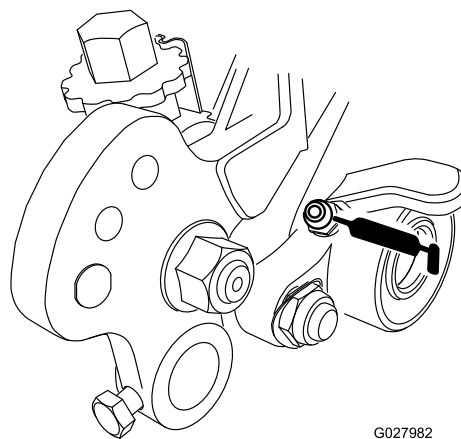
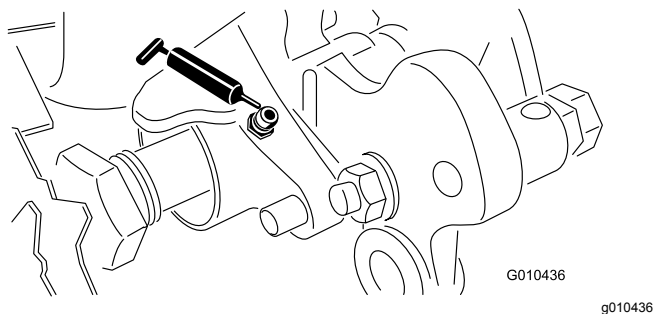

Figura 19
Figura 20
39. Lubrificate settimanalmente i cuscinetti del groomer (Figura 19 e Figura 20) o dopo ogni 10 ore di lavoro, prima di lunghi periodi di inutilizzo e immediatamente dopo ogni lavaggio. Pompate il grasso nei raccordi finché il grasso fuoriesce sull'albero del groomer. Ripulite le guarnizioni e l'albero dal grasso in eccesso.